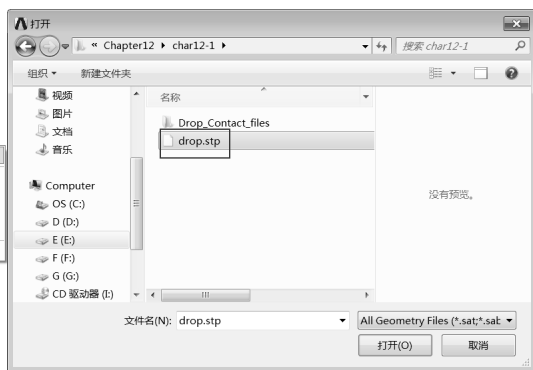

图 12-7 “打开”对话框
Step2 : 在图 12-7 中, 将文件类型设置成 STEP 格式, 然后选择 drop.stp 文件, 单击“打开”按钮。